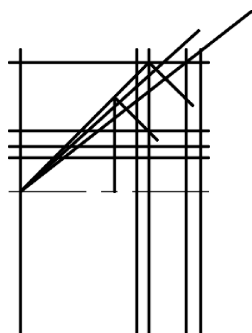

图 14-45 绘制竖直直线
(7) 绘制竖直直线。单击“默认”选项卡“绘图”面板中的“直线”按钮 ，绘制竖直直线，结果如图 14-45 所示。